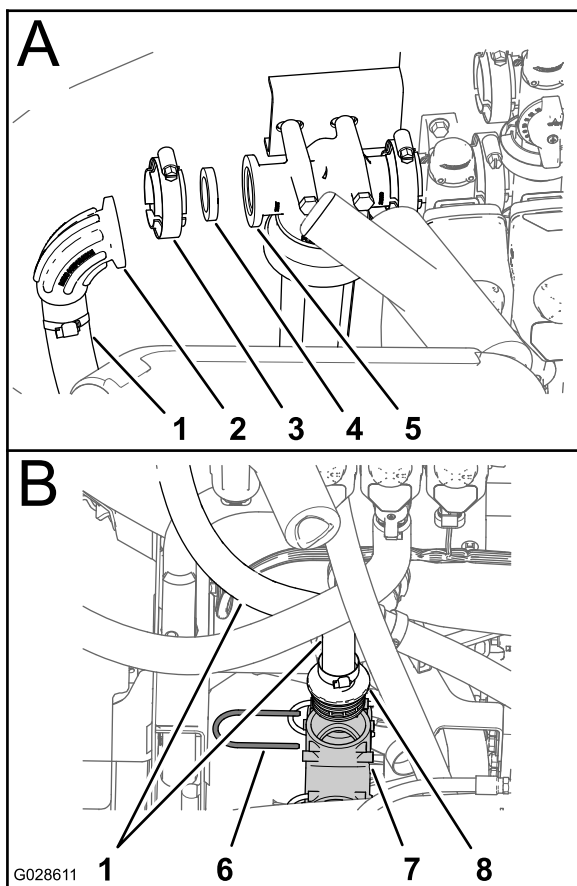

Figure 17
1. Retirez le collier à bride, le joint, le raccord coudé et le flexible d'entrée de la tête du filtre sous pression (A de Figure 17).
- Déposez l'étrier qui fixe le raccord cannelé droit du flexible d'entrée sur le raccord en T inférieure du système de pulvérisation et déposez le flexible d'entrée de la machine (B de Figure 17)